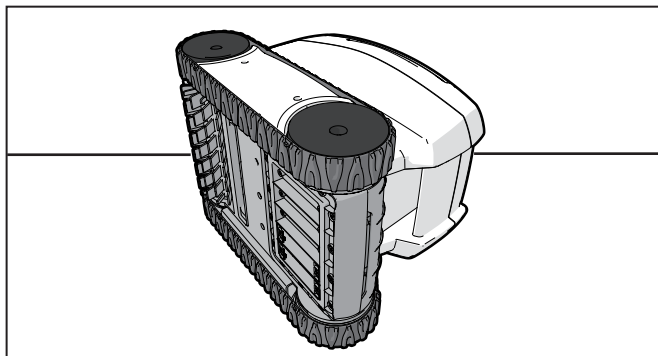

Figure 24. Poner el limpiador sobre un lado
1. Ponga el limpiador sobre un lado (Figure 24).